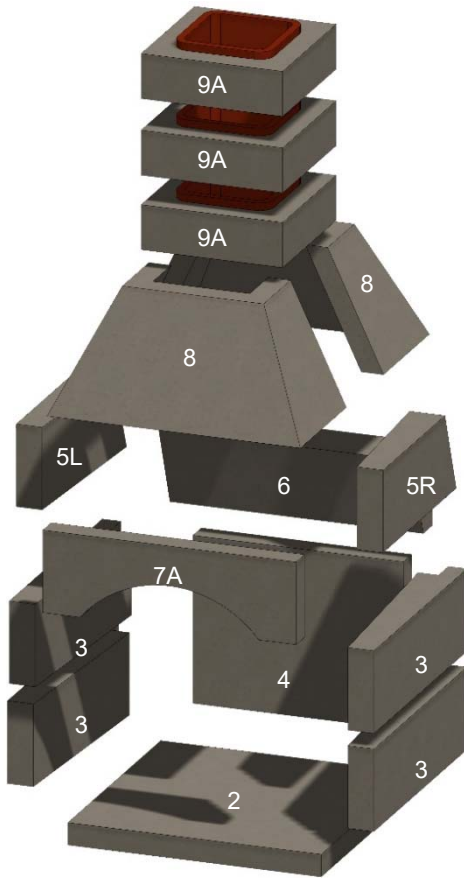
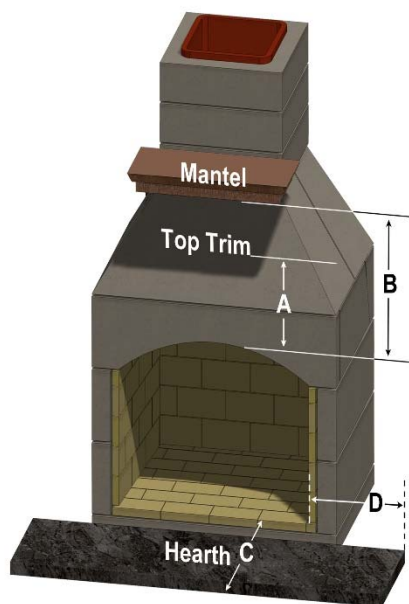

Figura 2. Componentes de la chimenea
Figura 3. Espacios libres (Utilizar con la tabla 2)
La chimenea se entrega como un kit con todos los componentes necesarios para completar la instalación. La disposición de los componentes se muestra en la figura 2. Los componentes se enumeran en la Tabla 1. Las especificaciones y dimensiones de la instalación se muestran en la Tabla 2.
- A. Elementos de la chimenea mostrados en la figura 2 y enumerados en la tabla 1.
Tabla 2: Espacios libres (ver figura 3)
Nota 5: Los revestimientos de arcilla instalados en la sección de humos (elemento 9A, figura 2) cumplen las especificaciones de la sección C315-02 de la ASTM.
Seleccione un lugar en los planos de la casa o en la zona de estar exterior en el que se puedan cumplir todas las distancias mínimas, como se muestra en la Tabla 2 y la Figura 3. Proceda de la siguiente manera. Los números en () son números de posición de la Tabla 1 y la Figura 2. Asegúrese de que la base sobre la que se va a instalar la chimenea es una base sólida y nivelada y está compuesta por material incombustible, como el hormigón.
Si es la primera vez que instala el Stone Age, se sugiere que primero monte los componentes sin mortero para familiarizarse con el encaje de los mismos. Véase la figura 2.
Asegúrese de que se mantienen las distancias y los espacios libres de la Tabla 2 y la Figura 3. Asegúrese de que el hogar y el suelo debajo y delante del hogar estén hechos de materiales totalmente incombustibles, y no sólo de un revestimiento de suelo incombustible.
Si se instala una chimenea y un revestimiento lateral, especialmente si es de madera u otros materiales combustibles, asegúrese de que se cumplen las distancias mínimas indicadas en la Tabla 2 y la Figura 3.